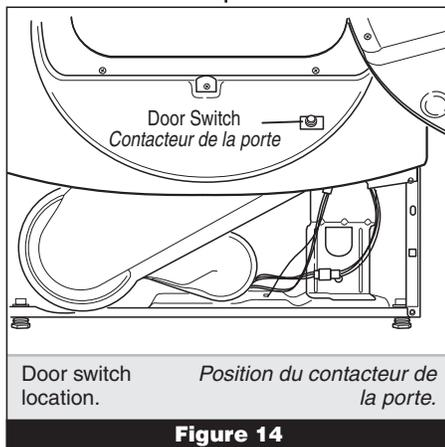

Figure 14
- Check that the wires between the door switch and machine control electronics are connected. See figure 14 for switch location, and see Accessing & Removing the Electronic Assemblies, page 15.
- Vérifier que les conducteurs sont bien connectés entre le contacteur de la porte et le module de commande électronique de la machine. La figure 14 indique la position du contacteur; voir aussi à la page 15 Modules électroniques – Accès et dépose.